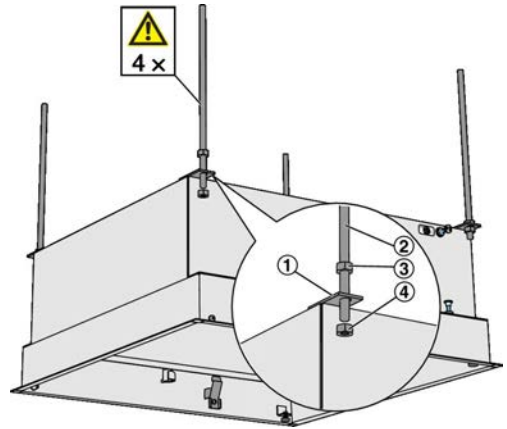

Abb. 2: Befestigung
1. ▶ Befestigungselemente, z. B. Gewindestangen (Abb. 2/2), an der Decke befestigen.
2. ▶ TFP-Gehäuse zunächst an drei Aufhängungen (Abb. 2/1) befestigen, mit Muttern (Abb. 2/4) horizontal ausrichten und mit Kontermuttern (Abb. 2/3) sichern.